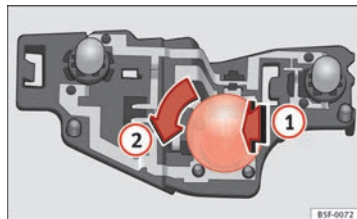

Fig. 197 Localização das lâmpadas de incandescência no porta-lâmpadas.
- Pressione ligeiramente a lâmpada com anomalia contra o porta-lâmpadas ⇒ Fig. 197 **1**, em seguida rode-a para a esquerda **2** e extraia-a.